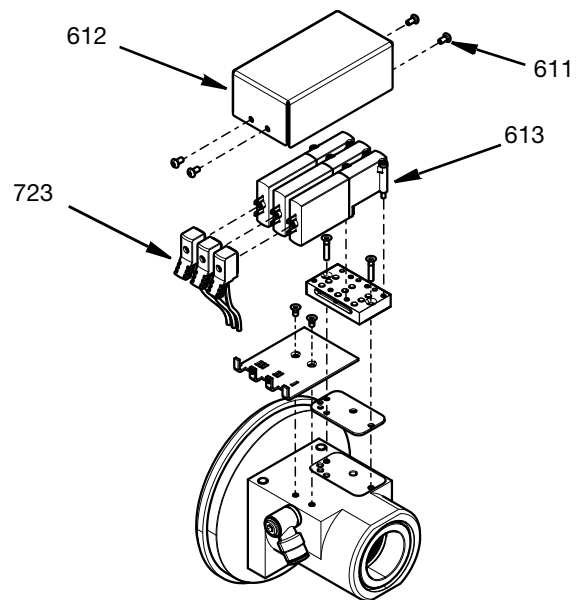

Fig. 20
12. De solenoïdeventielen en het verdeelstuk zijn toegankelijk door het deksel (612) te verwijderen en de vier M3-schroeven (611) te verwijderen. De kabelconnectors (723) kunnen worden losgekoppeld en de solenoïdeventielen (613) kunnen worden verwijderd met de bijbehorende schroeven. Zie Fig. 20.